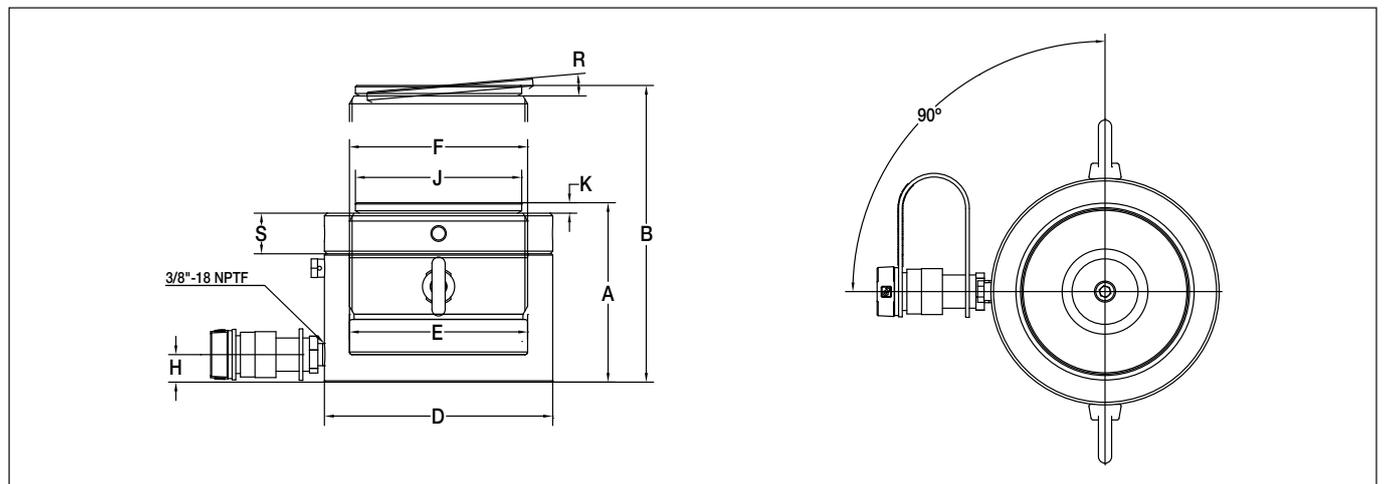

图 6, 尺寸 - LPL-系列
11.1 尺寸 - 英制 (参见图 6)
11.2 尺寸 - 公制 (参见图 6)